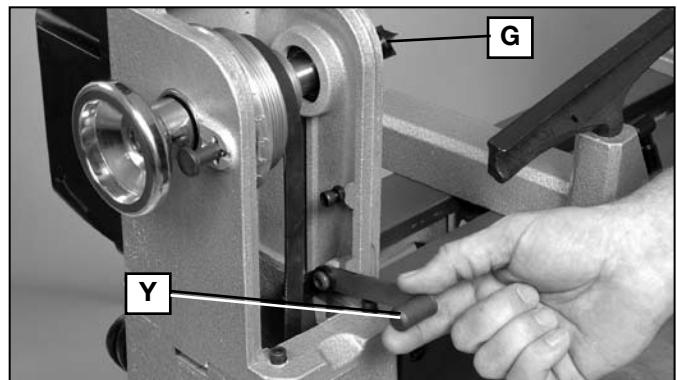

Fig. 30
2. Abaisser le levier de tension de la courroie (Y), fig. 30, pour relâcher la tension. Retirer la pointe à griffe (G), fig. 30, si présente.
15. Relever le levier de tension de la courroie (Y) Fig. 30 puis l'enclencher en position.